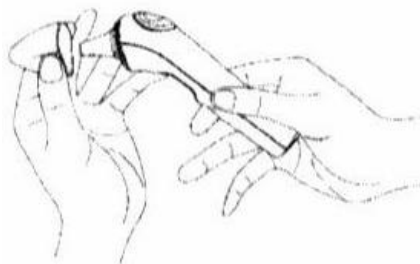

Abbildung 6.18
2. Schieben Sie die Seiten der Plastikabdeckung leicht, es zu abnehmen. Vermeiden Sie es stark zu ziehen (siehe Abbildung 6.18).